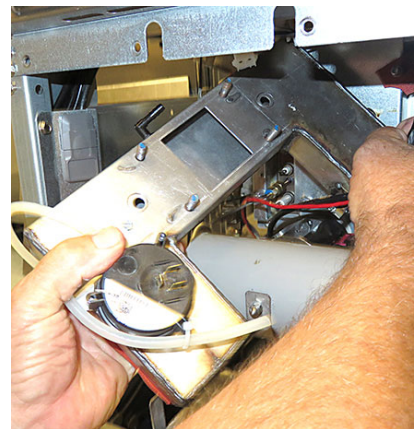

図 23
28. プレナムをワイヤーの周りで操作して慎重に取り外します (図 23 を参照)。